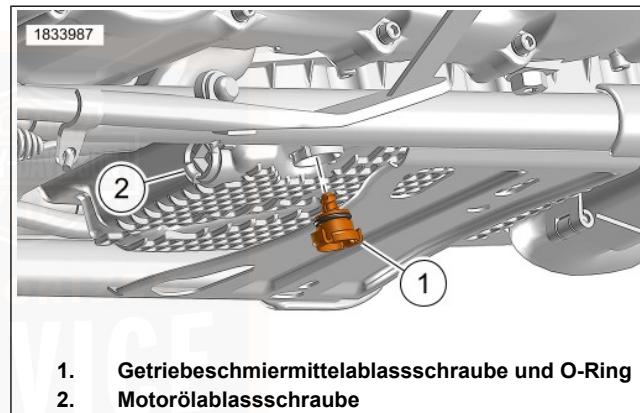

Abbildung 92. Getriebebeschmiermittelablassschraube
- a. Siehe Abbildung 92. Die Getriebeölablassschraube und den O-Ring (1) ausfindig machen.